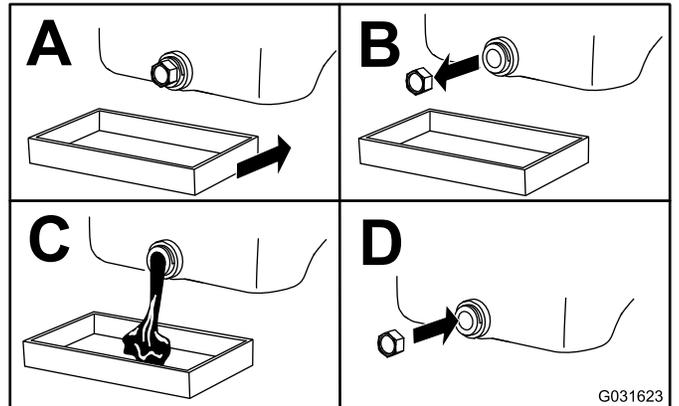

Рисунок 41
5. Замените масло в двигателе, как показано на Рисунок 41.